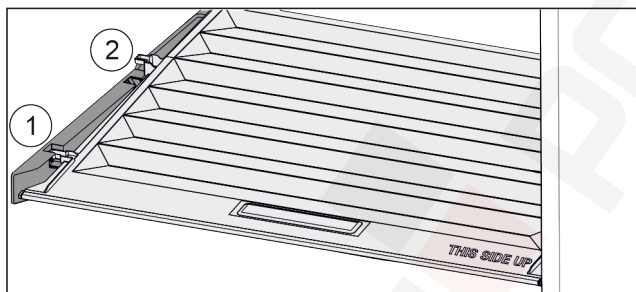

Fig. 32
- ▶ Húzza előre Fig. 32 (1) a fedelet a tartóelemek nyílásáig.
- ▶ Emelje meg hátul alulról, és felfelé vegye ki Fig. 32 (2).